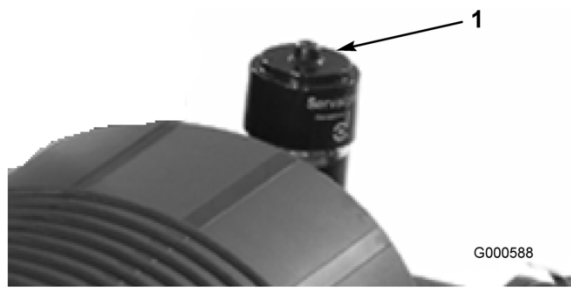

Figura 27
Faça a manutenção ao filtro de ar apenas quando o indicador de manutenção (Figura 27) o exigir.
6. Reinicie o indicador (Figura 27) se este se apresentar vermelho.